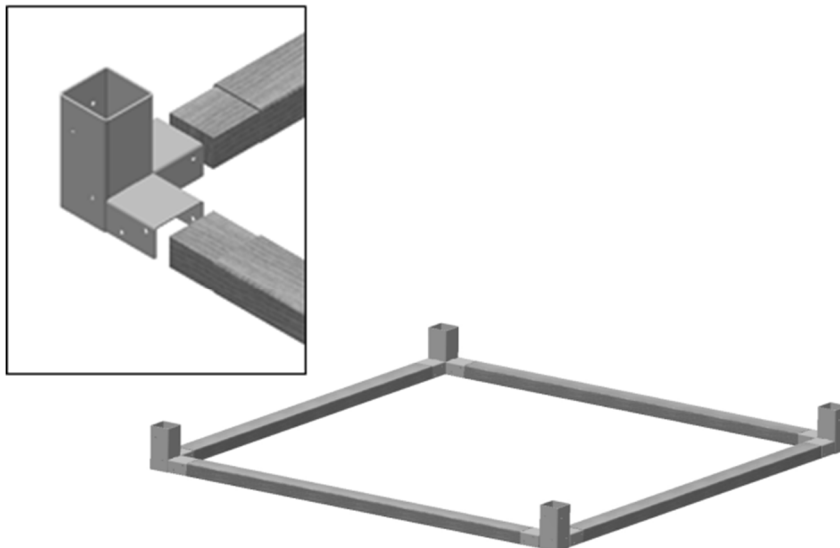

Abbildung 2: Bodenrahmen
Positionieren Sie den Bodenrahmen ④ und die Eckverbinder unten ① wie in Abbildung 2 dargestellt. Platzieren Sie den gesamten Rahmen so, dass er sich dort befindet, wo später das Motorikzentrum stehen soll.